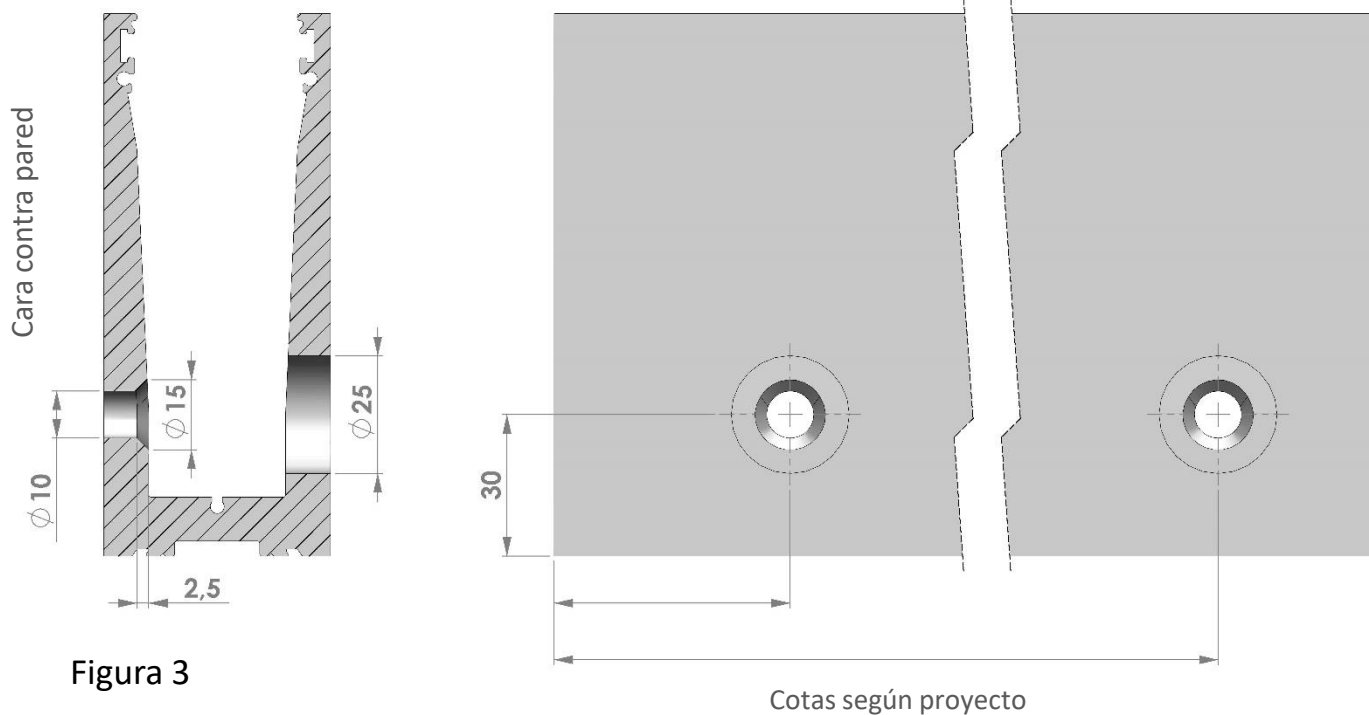

Figura 3
- En el caso que la Barandilla sea Frontal, se realizara el mecanizado en el Perfil “U” que se muestra en la Figura 3. Se realizara un taladro de 10 mm de diámetro avellanado en la cara que vaya a ir contra la pared y un taladro de 25 mm de diámetro en la cara opuesta del perfil. Se indicaran en la hoja de producción las cotas de posición de los taladros.